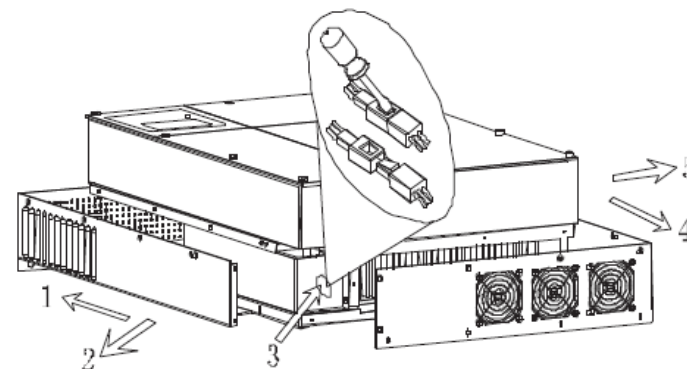

Fig 8.1.3
(Fig.8.1.3)
6. Zdjąć osłonę z góry i lewej strony urządzenia jak pokazano na rysunku Fig8.1.3 w kolejności 1,2,4,5.